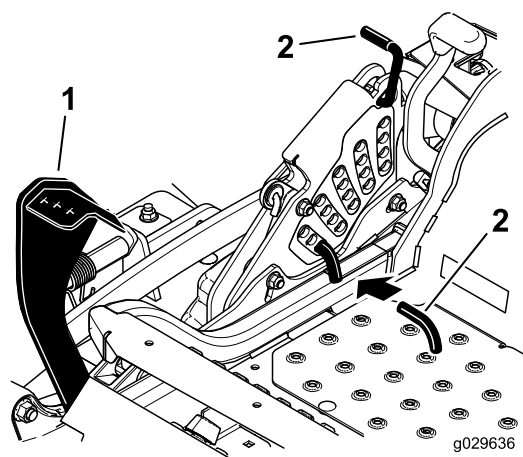

Figure 91
5. Enfoncez la pédale de relevage du tablier de coupe au maximum pour verrouiller le tablier à la position de transport de 14 cm (5½") (Figure 91).